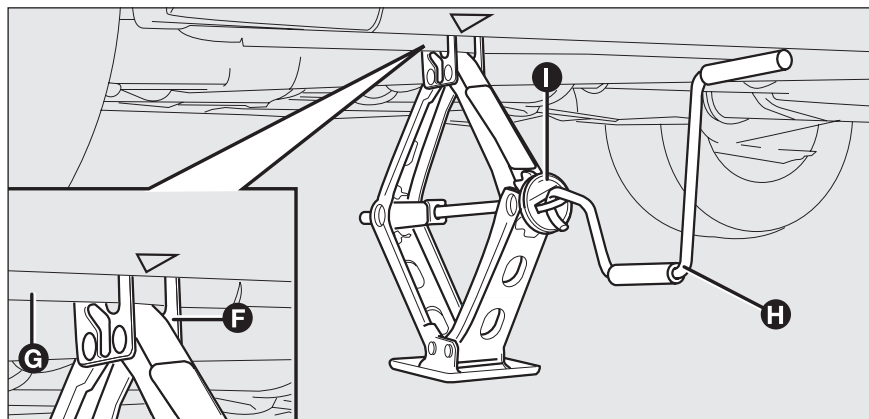

fig. 5
- s'assurer que la rainure **F**-fig. 5 du cric est bien calée sur l'ailette **G** du longeron;